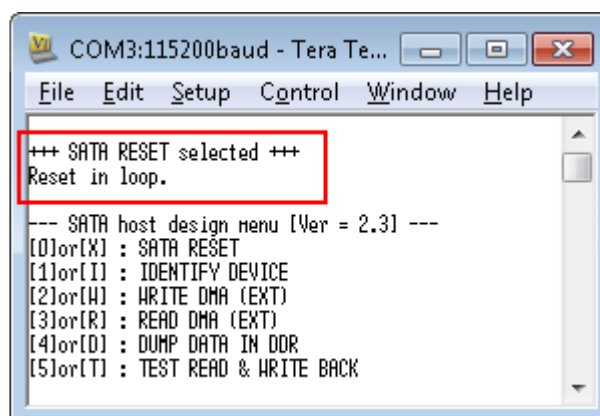

図 3-1: SATA Reset メニュー実行時の画面
- ‘0’ または ‘X’ キーにより SATA-IP と PHY モジュールの両方に対してハードウェア・リセットを発行します。このメニューにより SATA のイニシャライズ処理が再実行され、図 3-1 に示すコンソール画面のように”SATA RESET selected”と表示されます。